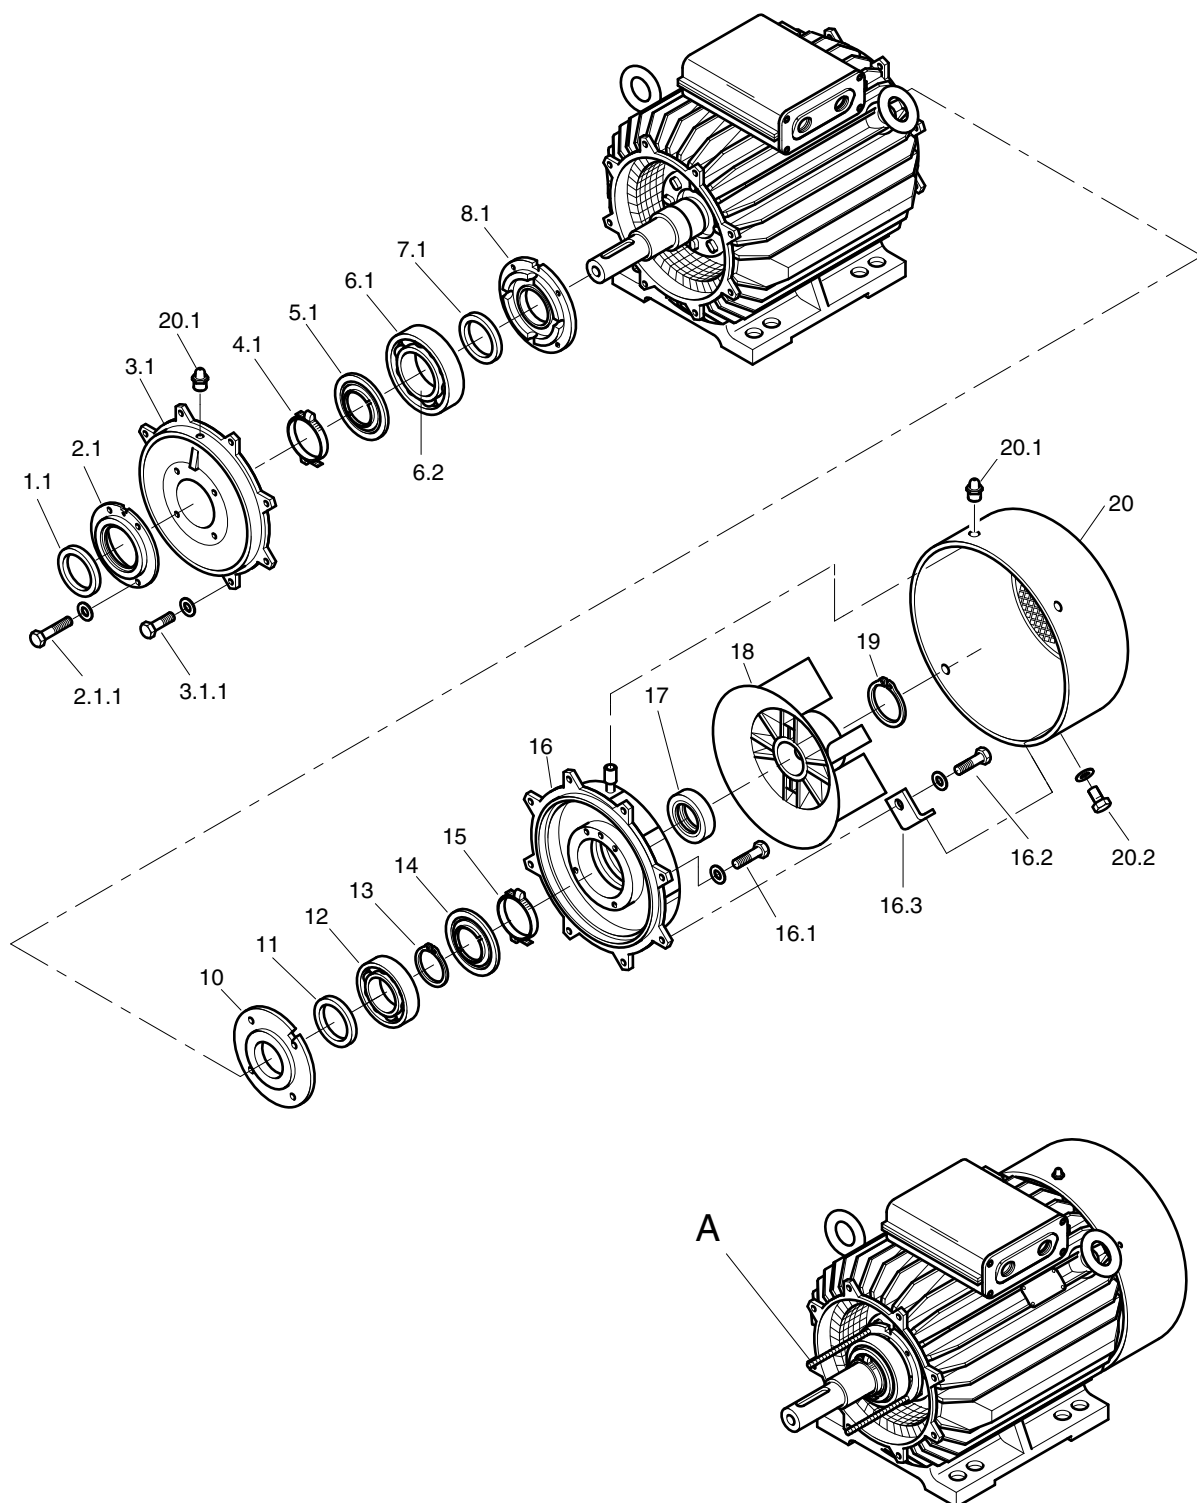

Рис. 14: Замена подшипников с высотой оси 180 до 315
5.5.3 Демонтаж роликоподшипника с цилиндрическим роликом, расположенного на стороне привода (→ рис. 14) (В случае радиального шарикоподшипника, расположенного на противоположной от привода стороне, см. главу 5.5.1)
5.5.4 Монтаж роликоподшипника с цилиндрическим роликом, расположенного на стороне привода (→ рис. 14) (В случае радиального шарикоподшипника, расположенного на противоположной от привода стороне, см. главу 5.5.2)